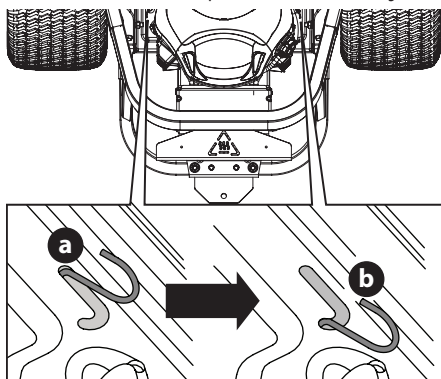

Figura 1
1. Para engranar las varillas de derivación de transmisión, tire de la varilla hacia atrás (a) y hacia el interior de la sección inferior de la ranura "J". Repita en el lado contrario (Figura 1).